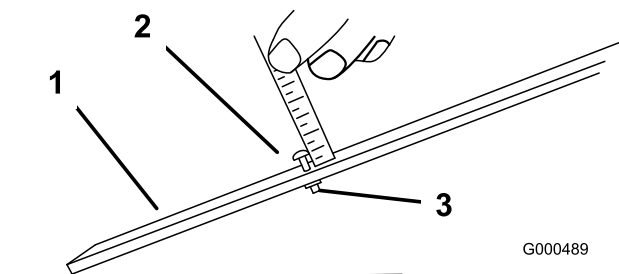

Figura 9
2. Allentate il dado sulla barra di misura (Figura 9) e posizionate la vite di regolazione all'altezza di taglio opportuna. La distanza tra la base della testa della vite e la superficie della barra è l'altezza di taglio.